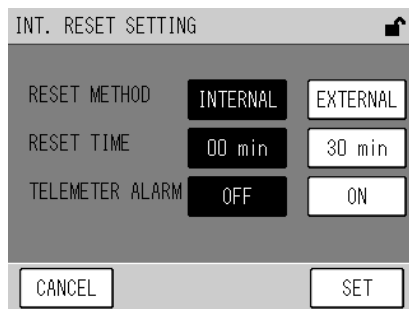

Fig. 70 INT. RESET SETTING Fenster
- [INT. RESET]: Öffnet das Fenster INT. RESET SETTING (Fig. 70 auf Seite 57).